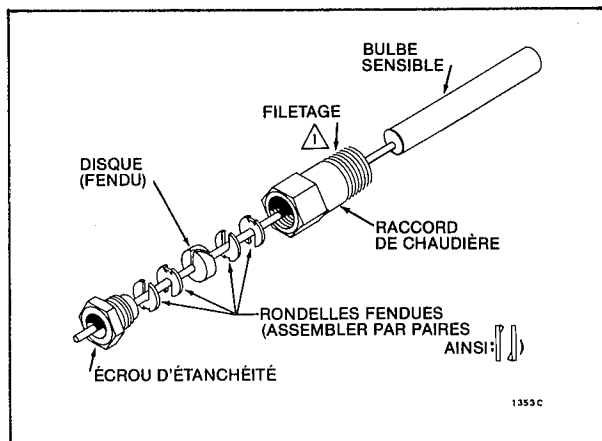

FIG. 3 — RACCORD D'ÉTANCHÉITÉ.
2. Placer l'écrou d'étanchéité sur le capillaire (fig. 3).